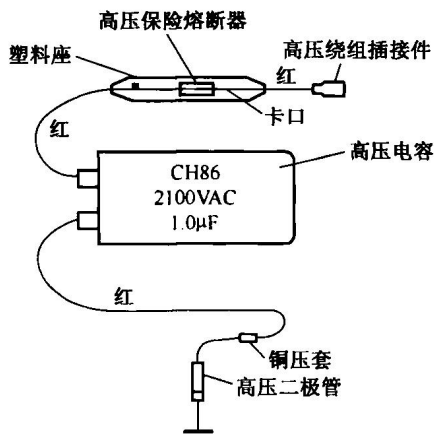

图 1-3 倍压整流组件
(2)先拧出高压电容支架的固定螺钉,再拧出高压二极管接地螺钉,然后拔出连接高压绕组的插接件,移出倍压整流组件。倍压整流组件结构如图 1-3 所示。